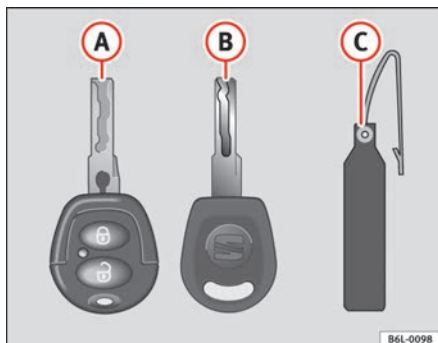

Abb. 46 Schlüsselsatz
- einen Funkschlüssel ⇒ Abb. 46 A mit ausklappbarem Schlüsselbart*,
Nur anhand der Schlüsselnummer auf dem Kunststoffanhänger ⇒ Abb. 46 B können Schlüssel nachgemacht werden. Deshalb: